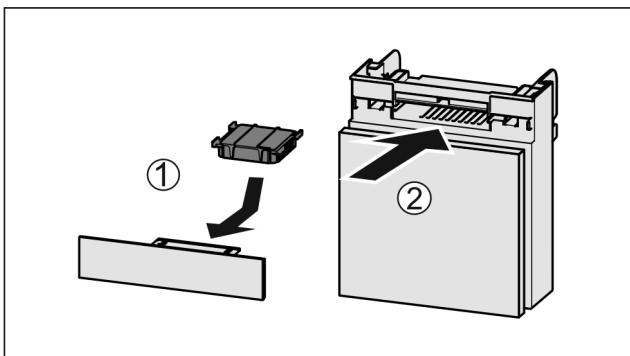

Fig. 176
- ▶ Aktivkohlefilter nach Abbildung einsetzen Fig. 176 (1).
▶ Fach einschieben Fig. 176 (2).